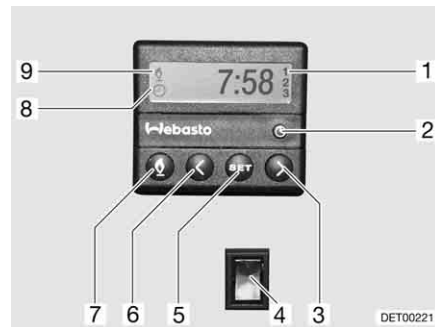

Fig. 175 Centralina di controllo per riscaldamento fisso
**Accensione manuale:** ■ Premere il tasto (Fig. 175,7). Il funzionamento del riscaldamento viene indicato con il simbolo (Fig. 175,9). La ventola viene inserita solo quando la temperatura dell'acqua di raffreddamento è pari a 30 °C.
**Spegnimento manuale:** ■ Premere il tasto (Fig. 175,7). Il simbolo (Fig. 175,9) si spegne.
**Inserimento del riscaldamento del motore:** ■ Premere l'interruttore (Fig. 175,4) in basso. Il motore viene preriscaldato. La ventola viene inserita immediatamente.
**Disinserimento del riscaldamento del motore:** ■ Premere l'interruttore (Fig. 175,4) in alto. Il motore rimane freddo.
**Impostazione dell'ora:** ■ Premere il tasto (Fig. 175,2). L'impostazione dell'ora viene indicata con il simbolo (Fig. 175,8).
■ Impostare l'ora con i tasti (Fig. 175,3 e 6).
**Programmazione dell'inizio del riscaldamento:** ■ Premere il tasto (Fig. 175,5).
■ Impostare l'orario di accensione con i tasti (Fig. 175,3 e 6) entro 10 secondi.
**Selezione orario di accensione programmato:** ■ Premere il tasto (Fig. 175,5) fino a che nel display (Fig. 175,1) non appare il numero di programmazione desiderato.